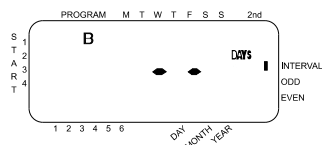

FIGURA 7: Display a cristalli liquidi con intervalli d'irrigazione
- Portare il disco combinatorio ruotante su WATERING INTERVAL (intervallo d'irrigazione). Il cursore lampeggerà a sinistra della parola INTERVAL [vedere figura 7].